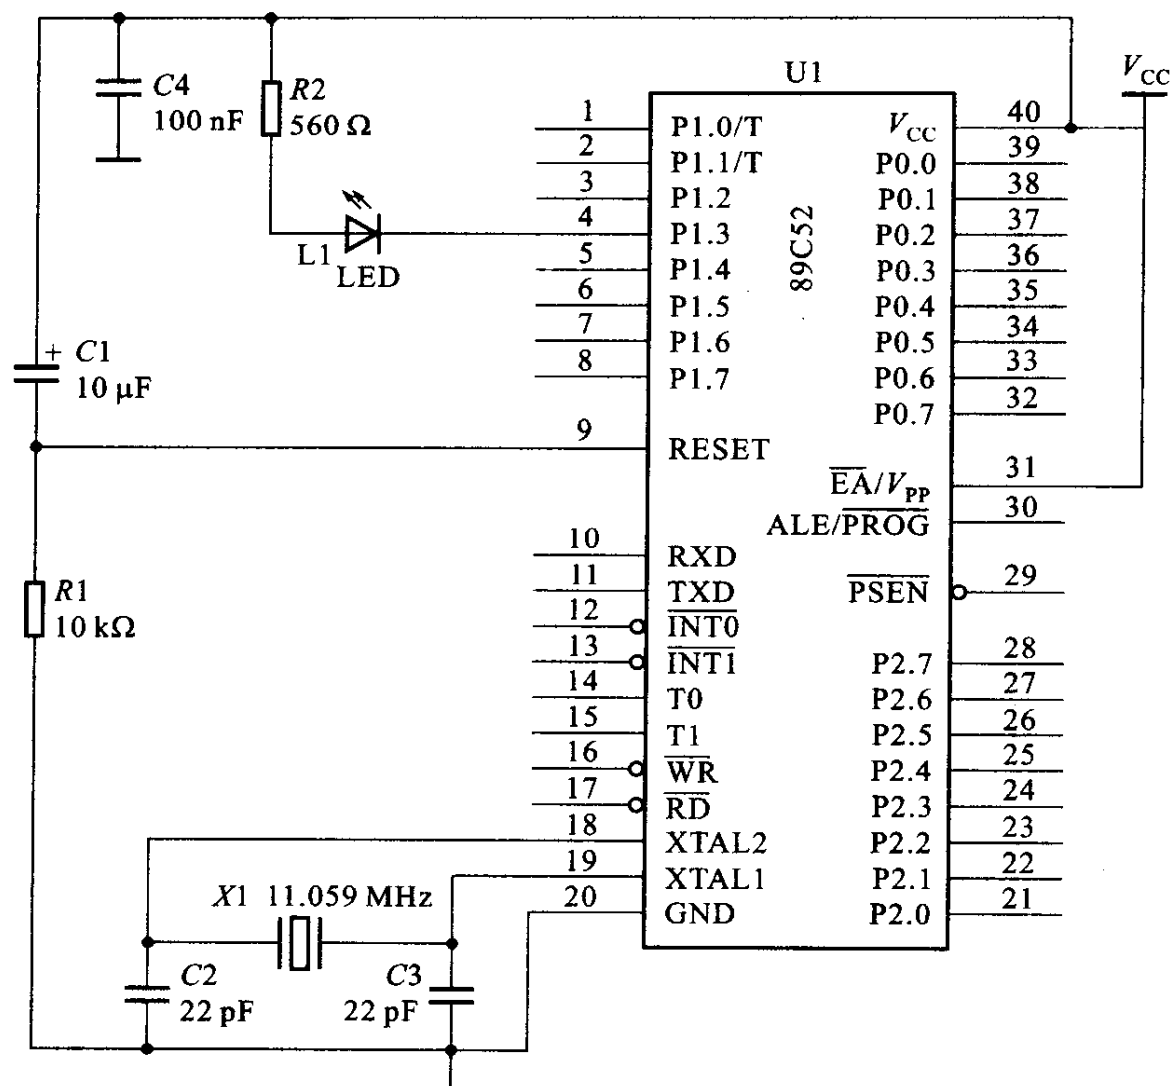

图 1-7 程序通过仿真器写入 89C52 芯片的实验电路图
程序通过仿真器写入 89C52 芯片的实验电路图如图 1-7 所示。
2. 如图 1-7 所示是 MCS-51 最小系统电路图，描述如下。在 89C52 的 P1.3 引脚上接一个发光二极管和限流电阻，这也是 MCS-51 单片机最小系统：C2、C3、X1 是 CPU 时钟；C1、R1 是复位电路，第 31 号引脚 $\overline{EA}$ 接 +5V，表示 CPU 芯片内部的程序将被执行，C4 是电源滤波电容。以上相关器件接线是维持 89C52 CPU 正常工作的必要条件。编写一段程序使这个发光二极管每隔大约 0.3 s 闪烁一次。下面将直接给出源程序，请读者仔细阅读它的注释。标准 C 语言中是没有比特变量的，8051 单片机中丰富的位处理功能如果闲置不用，对编程效率将是很大的损失。Keil C51 扩展了标准 C 语言，很好地支持了 8051 特有的位处理功能。如以下 C 语言源程序中提到的 sbit 关键字，除了定义引脚之外还可定义所有特殊功能寄存器中进行位寻址的变量。